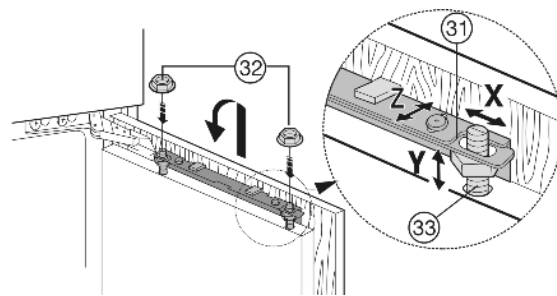

Fig. 27
- ▶ Accrocher la porte du placard aux boulons d'ajustage Fig. 27 (33) et visser les contre-écrous Fig. 27 (32) provisoirement sur les boulons d'ajustage.
- ▶ Aligner la porte de placard en hauteur et en inclinaison latérale : Régler les boulons d'ajustage Fig. 27 (33) à l'aide d'un tournevis.
- Serrer les contre-écrous Fig. 27 (32).